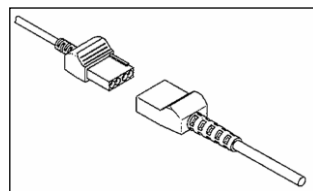

図 1
- (1) 本品の開封前にモニタを起動させる。
- (2) 無菌的操作で本品を開封し、コネクタ及びストップコックが正しい位置にあることを確認する。ルアロックを回し過ぎないように注意する。
- (3) 三方活栓のサイドポートが全て通気性キャップで閉じられていることを確認する。システムが滅菌水で満たされ、すべての空気が抜けるまで通気キャップは外さないこと。システムが滅菌水で満たされたことを確認し通気キャップをエンドキャップに付け替える。
- (4) 本品の圧トランスデューサケーブルをモニタのケーブルに接続する。(図1)。